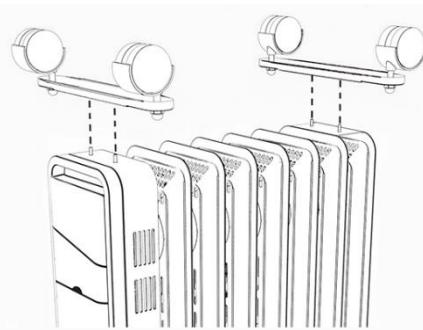

Fig.2
2. Coloque los conjuntos de la base con ruedas entre los estabilizadores de los extremos.(Fig.2)